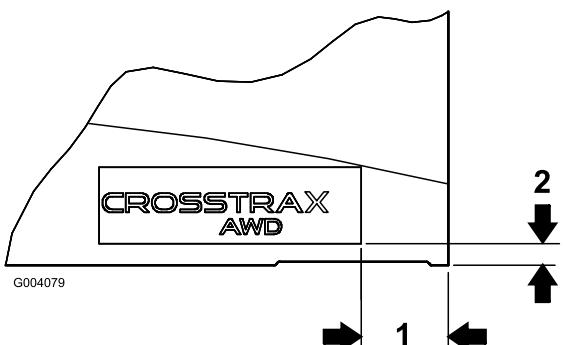

図13
2. 図13に示す寸法で、フードの左右の後部下のコーナー部分にCROSSTRAXのステッカーを張り付ける。